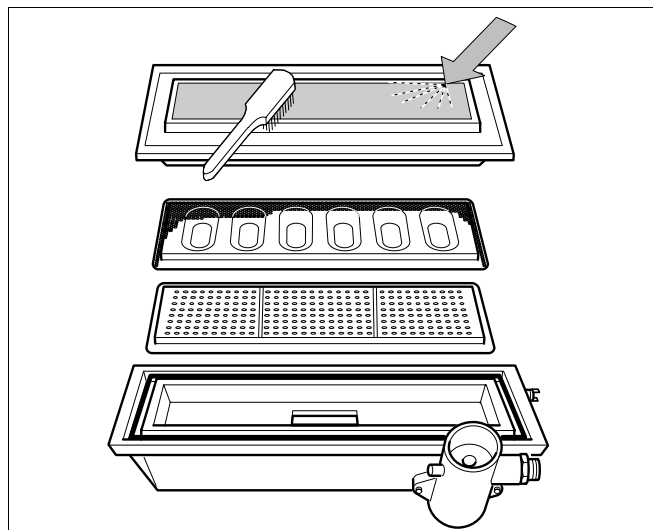

Fig. 39 Nettoyer le brûleur
- Nettoyer le brûleur à l'aide d'une **brosse douce** et d'air comprimé (fig. 39).